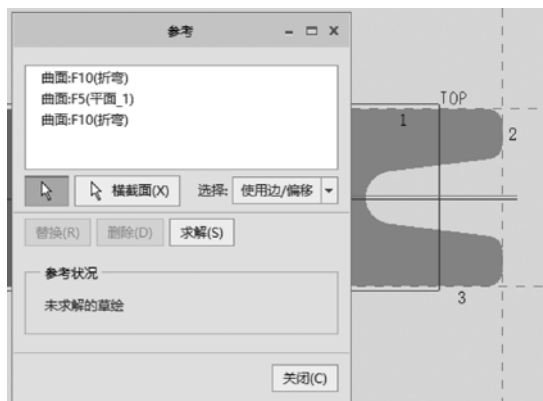

图 5-65 指定绘图和标注参考
- (4) 在“折弯”选项卡中打开“折弯线”面板, 单击“草绘”按钮, 利用弹出的“参考”对话框指定绘图和标注参考, 如图 5-65 所示, 然后单击“关闭”按钮。